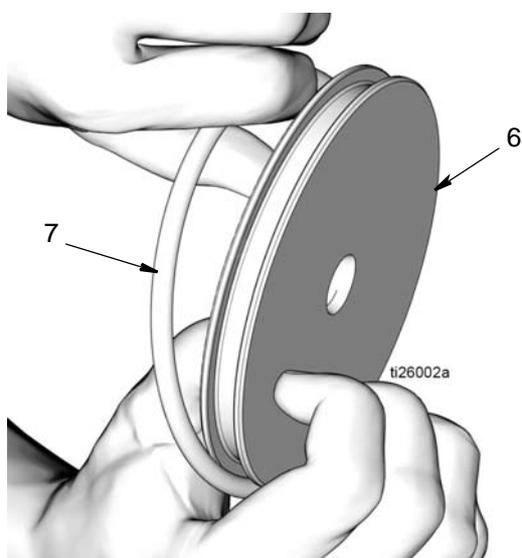

FIG. 21
- d. Rimuovere l'O-ring (7) dal pistone (6) (FIG. 21).